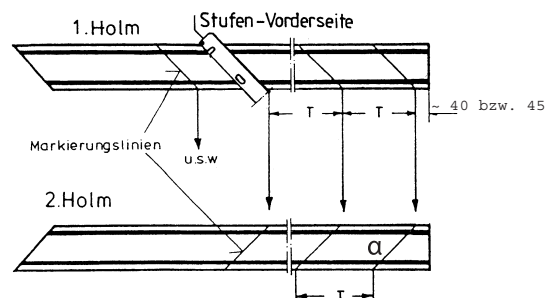
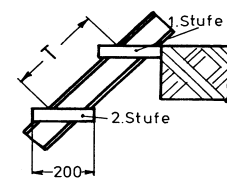

Abb. 2
Abb. 4
Beim Anreißen der ersten Stufe für die Lochblechstufe (100S) und Blechgitterroststufen (100B) müssen zu den 40mm zusätzlich 4 bis 5mm eingerechnet werden, da die Trittpläche höher als der Flansch ist (Abb. 2 und Abb. 4). Bei Gitterroststufen (100G) und Alustufen (100L) beträgt dies 40mm.
Sollte hier die Markierung nicht passen, muss diese geändert werden, bevor die nächsten Markierungslinien ange-rissen werden. Zum Schluss müssen alle Markierungslinien auf den zweiten Holm übertragen werden (Abb. 2).
Die Stufenteilung T soll, in Wangenrichtung gemessen, eingehalten werden (Abb.4). Zu jeder Vario-Step-Treppe wird eine individuelle Kundenzeichnung mitgeliefert.
4.1 Die Stufen sind so einzubauen, dass das Langloch über dem hinteren Schraubkanal liegt (Abb. 2 u. 6).